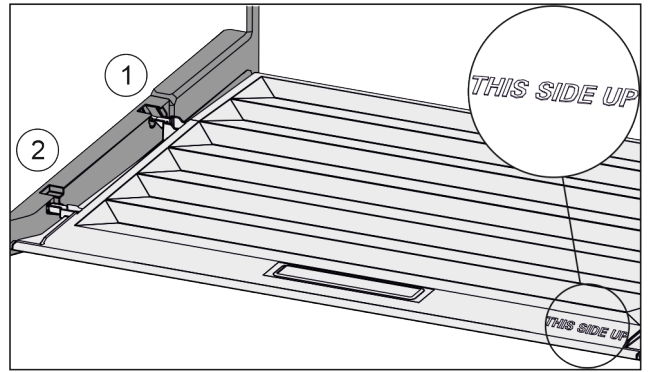

Fig. 37
- Kapak çıkıntılarını arka tutucunun Fig. 37 (1) açıklığı üzerinden içeri sokun ve öndeki tutucuya Fig. 37 (2) oturtun.